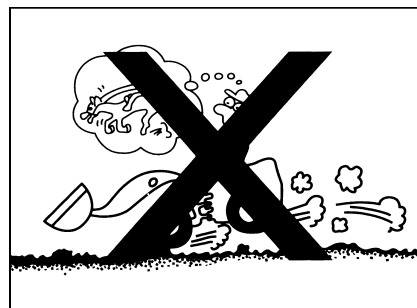

Рис. 1-52
- При работе на снегу, погрузка сильно изменяется от вида снега, поэтому следует уменьшить объем погрузки, внимательнее управлять, чтобы не было скольжения(рис. 1-52).